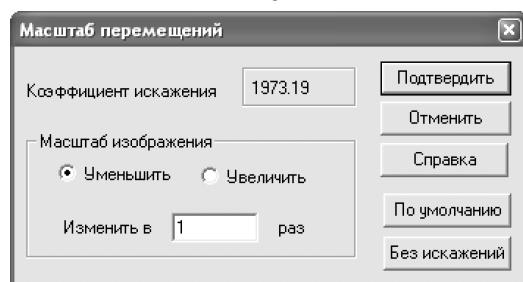

Рис.5.29. Диалоговое окно **Масштаб перемещений**
- В диалоговом окне **Масштаб перемещений** (рис.5.29) при активной радио-кнопке **Уменьшить** введите в поле **Изменить** в значение **3** и щелкните по кнопке **Подтвердить**.